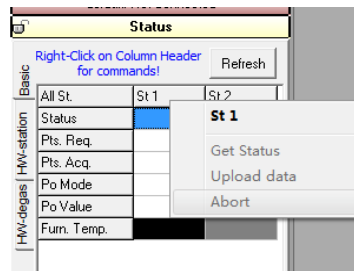

图 18
- 4) 如果需要中途中止测试，则在 Status 中在相应 St 位置处点击右键，在弹出菜单中选择 Abort（图 18）。